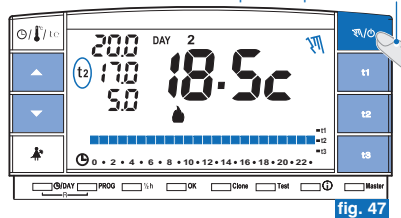

fig. 47
7.1(B) FUNZIONAMENTO MANUALE PERMANENTE
- Mantenere premuto il tasto "☉/☽" (circa 4 sec.), il simbolo "☉/☽" diventa fisso. Il livello di temperatura in corso è applicato a tutte le ore del giorno (es. fig. 47).